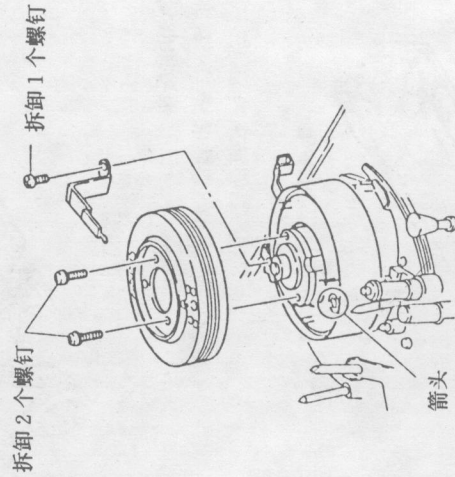

图63
② 拆卸固定电刷的 1 个螺钉, 如图63所示;
③ 拆卸固定视频磁头的两个螺钉而拉出视频磁头。